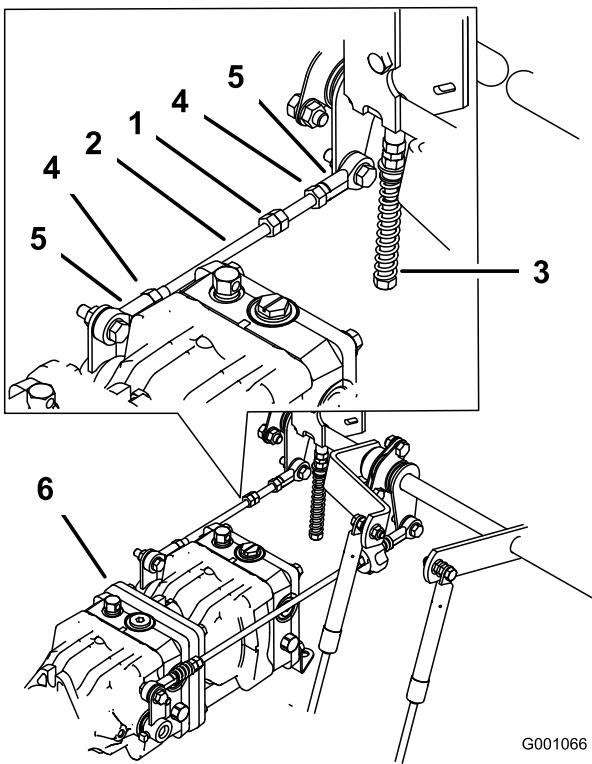

Figure 70
1. Desserrez les contre-écrous sur les rotules de la tige de commande de la pompe (Figure 70).
3. Réglez la longueur de la tige de pompe en tournant les doubles écrous dans le sens voulu, jusqu'à ce que la roue soit immobilisée ou tourne légèrement en marche arrière (Figure 70).
- Serrez les contre-écrous contre les rotules (Figure 70).